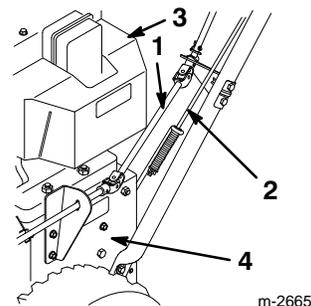

Abbildung 4
WICHTIG: Darauf achten, daß sich die Auswurfkanal- Betätigungsstange zwischen Motor und Radantriebs- stange befindet (Abb. 4).
4. Den linken Griff an der Seite der Schneefräse positionieren und die Griffbefestigungslöcher auf die Löcher in der Seitenplatte ausrichten (Abb. 4).